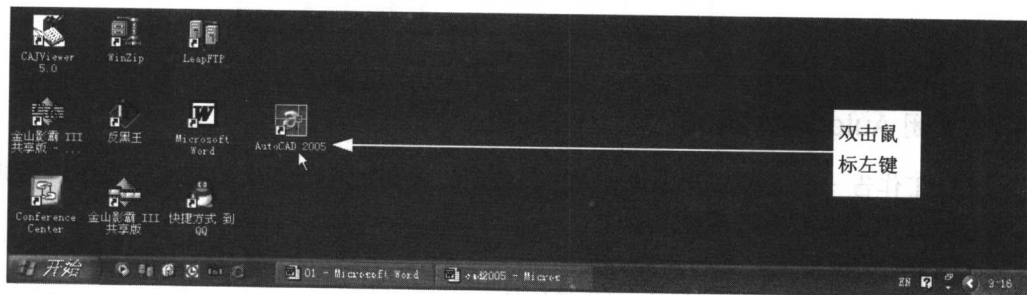

图 1-18
1. 移动光标到桌面的 AutoCAD 2005 图标上,双击鼠标左键,启动 AutoCAD 程序,如图 1-18 所示。